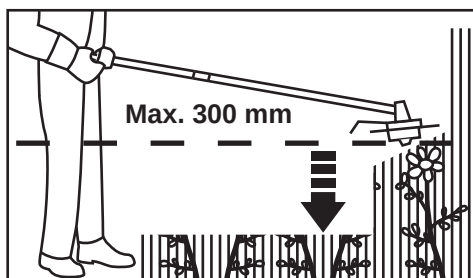

Fig. 24
- > Ne levez jamais la tête de coupe à une hauteur supérieure à 300 mm (Fig. 24) ; plus la tête de coupe est haute, plus le risque de projection d'objets augmente.